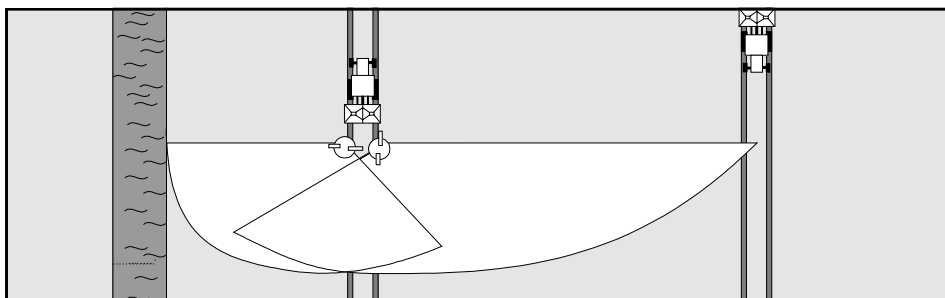

Fig. 7.17
Til grænsespredning (i henhold til gødningsregulativet) (Fig. 7.17) eller **kantspredning** (hvis Deres marker ligger overfor hinanden der skal spredes den samme mængde) (Fig. 7.18) den **venstre „Omnia-Set“** spredeskiver (kantspredeskiven monteres normalt i venstre side), set i kørselsretningen) **skiftes ud** med den tilsvarende kantspredeskive „Tele-Set“. Ønsker man at sprede i højre side kan man rekvirere en højre kantspredeskive.
7.4.1.1 Grænsespredning i henhold til gødningsregulativet (Fig. 7.17)
7.4.2 Indstilling af kantspredetallerkenen i henhold til gødningsregulativet (Fig. 7.17)